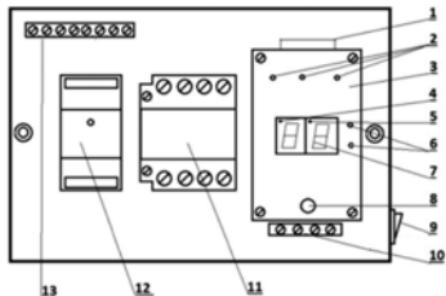

Рис. 1. Органы управления и индикации регулятора температуры «Навигатор»
Цифровой регулятор температуры «Навигатор» состоит из корпуса (Рис.1), электронного блока (3) с подсоединенными датчиками температуры (красный — подающей трубы и синий обратной трубы); индикаторов работы ступеней нагрева (2); индикатора включения циркуляционного насоса (4); индикатора включения внешнего регулятора комнатной температуры (5); индикаторов канала обратки (синий) и подачи (красный) (6); индикатора температуры (7); ручки управления (8); выключателя (9); переходной колодки (10) подключения циркуляционного насоса и подачи питания блока управления 220 В; реле-контактора 11 (в варианте исполнения Н2 два контактора,
Терморегулятор имеет два гнезда типа 6Р4С (поз.1 Рис.1) для подключения внешних устройств регулирования температуры воздуха в помещении. При подключении этих устройств и достижении заданной температуры воздуха обогрев полностью отключается, загорается сигнальная точка в средней верхней части индикатора.
Снять ручку управления 8 (рис.1), открутить два винта и снять крышку блока Навигатор, проложить подводящие кабели согласно схем подключения.